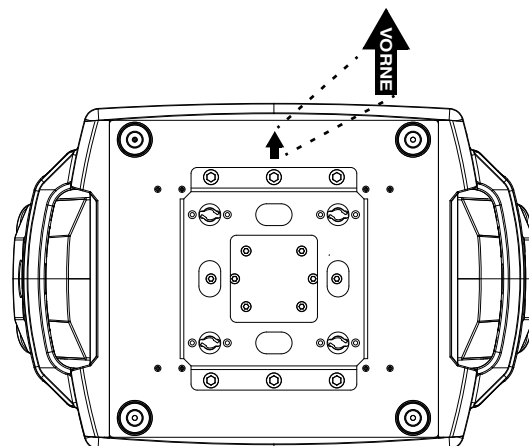

Bild 5: Vorderseite des Geräts
4. Sperren Sie das Areal unter dem Arbeitsbereich ab. Siehe Bild 5. Beachten Sie die Position des mit **FRONT** markierten Pfeils an der Basis der Spannvorrichtung. Hängen Sie das Gerät von einer stabilen Plattform aus so an den Träger, dass der mit **FRONT** markierte Pfeil in Richtung des zu beleuchtenden Bereichs zeigt. Ziehen Sie die Spannklemmen fest.